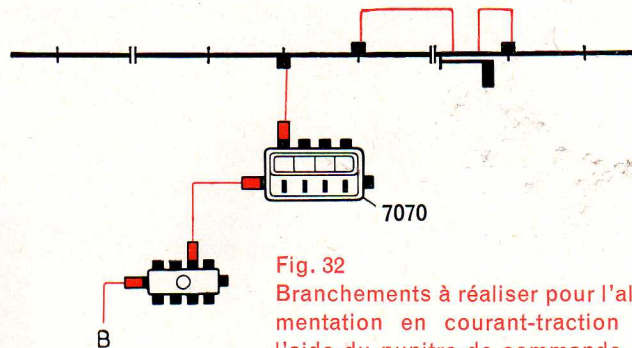

Fig. 32 Branchements à réaliser pour l'alimentation en courant-traction à l'aide du pupitre de commande
2. Alimentation en courant-traction par l'intermédiaire du pupitre 7070. Les branchements à réaliser sont représentés sur la fig. 32.
Pour permettre à un train venant de la droite (fig. 32) de passer le signal, on amène le courant-traction au tronçon isolé par l'intermédiaire d'un pupitre de commande et d'un câble de branchement pour conducteur central 5004; le train peut ainsi passer le signal sans que celui-ci indique « Voie libre ».